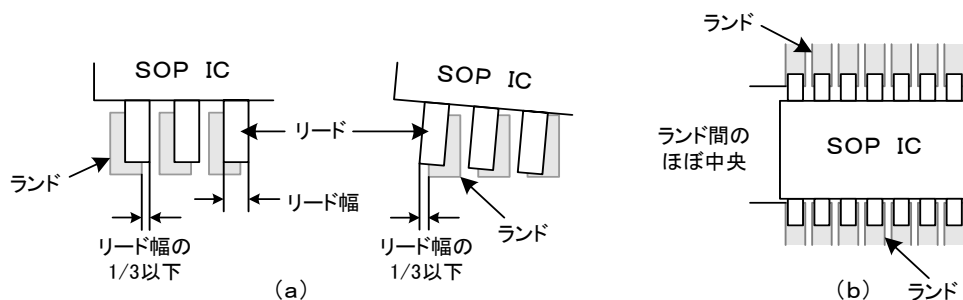

図 5
- ⑦ SOP IC (IC5) は、ランドとの位置ずれが図 5 (a)に示す範囲内となるよう取付ける。また、リード方向のずれは、図 5 (b)に示すようにランド間のほぼ中央に取り付けること。